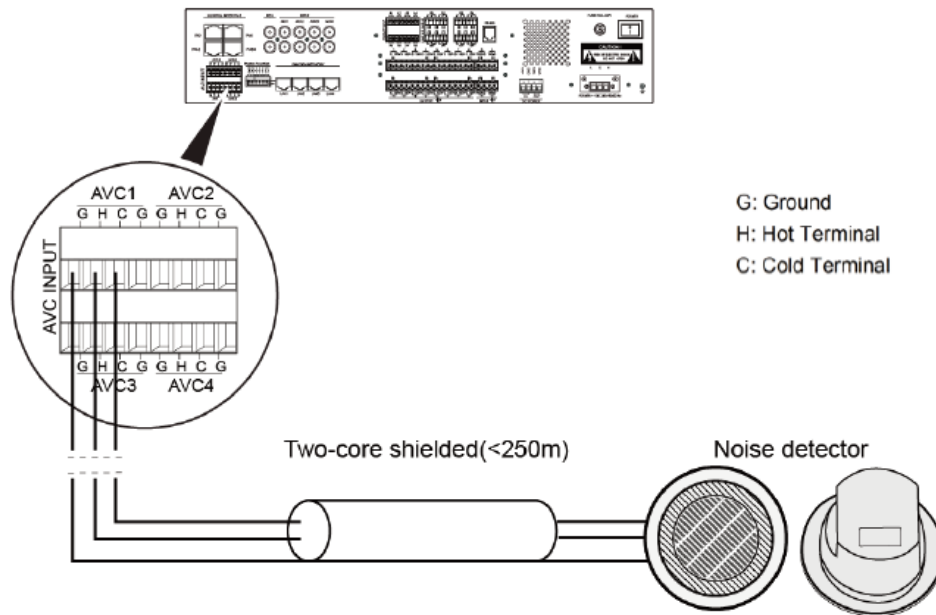

Figura 25 Diagrama esquemático de la conexión del detector de ruido que conecta los altavoces
3. Instale el detector de ruido en el otro extremo del cable AVC, como se muestra en la Figura 25.